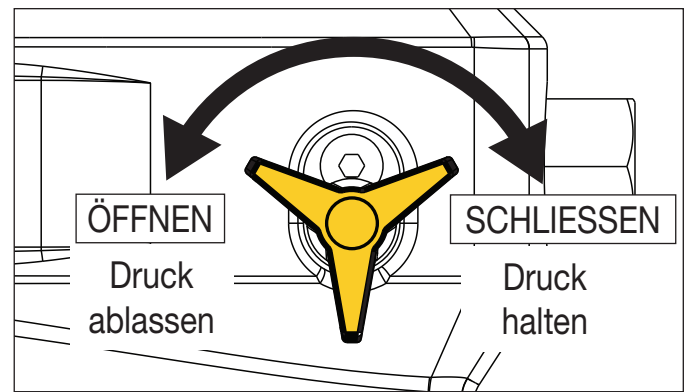

Abbildung 11: Druckablassventil
1. Um zu verhindern, dass die Pumpe startet, während Hydraulikanschlüsse verbunden werden, müssen Sie sicherstellen, dass der Netzschalter der Pumpe ausgeschaltet ist (O). Oder entfernen Sie den Akku aus der Pumpe (falls installiert).
2. Öffnen Sie das Druckablassventil der Pumpe (drehen Sie es mindestens eine volle Umdrehung gegen den Uhrzeigersinn), um den verbleibenden Hydraulikdruck der Pumpe abzulassen. Siehe Abbildung 11 weiter hinten in dieser Bedienungsanleitung.
Die Pumpe verfügt über ein eingebautes, manuell betätigtes Druckablassventil. Der Hydraulikdruck des Systems bleibt erhalten, wenn das Ventil geschlossen ist. Beim Öffnen des Ventils wird der Druck in den Hydrauliktank der Pumpe abgelassen. Siehe Abbildung 11.